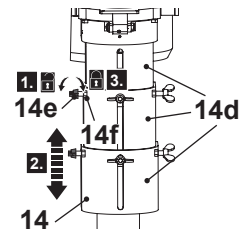

Fig. 10
2. Sujete un tornillo hexagonal (14f) con una llave adecuada y afloje la tuerca de mariposa (14e), pero no la retire (Fig. 10, paso 1). Repita la operación con los otros tornillos hexagonales (15f) y las tuercas de mariposa (15e).
3. Ajuste la altura de la cubierta (14d) según sus necesidades (Fig. 10, paso 2).
4. Atornille las tuercas de mariposa (14e) para mantener la cubierta (14d) en su posición (Fig. 10, paso 3). No apriete demasiado para evitar fisuras.